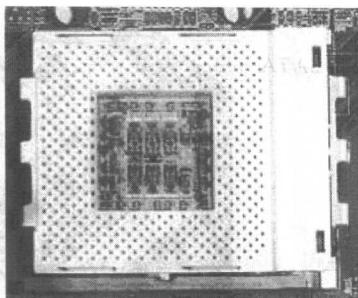

图 1-7 Socket A 插座
(6) Socket A 插座：也叫 Socket 462 插座，它是目前 AMD 公司 Athlon XP 和 Duron 处理器的插座标准。它采用的是针脚式接口方式，针脚数为 462 针。如图 1-7 所示就是 Socket A 结构的 CPU 插座。